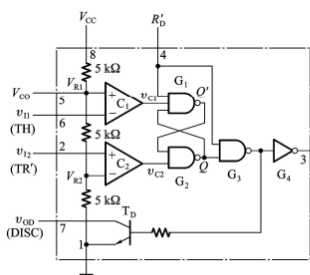

图 12-1
12、(10 分) 已知 555 定时器的电路结构如图 12-1 所示, 555 定时器组成的脉冲电路如图 12-